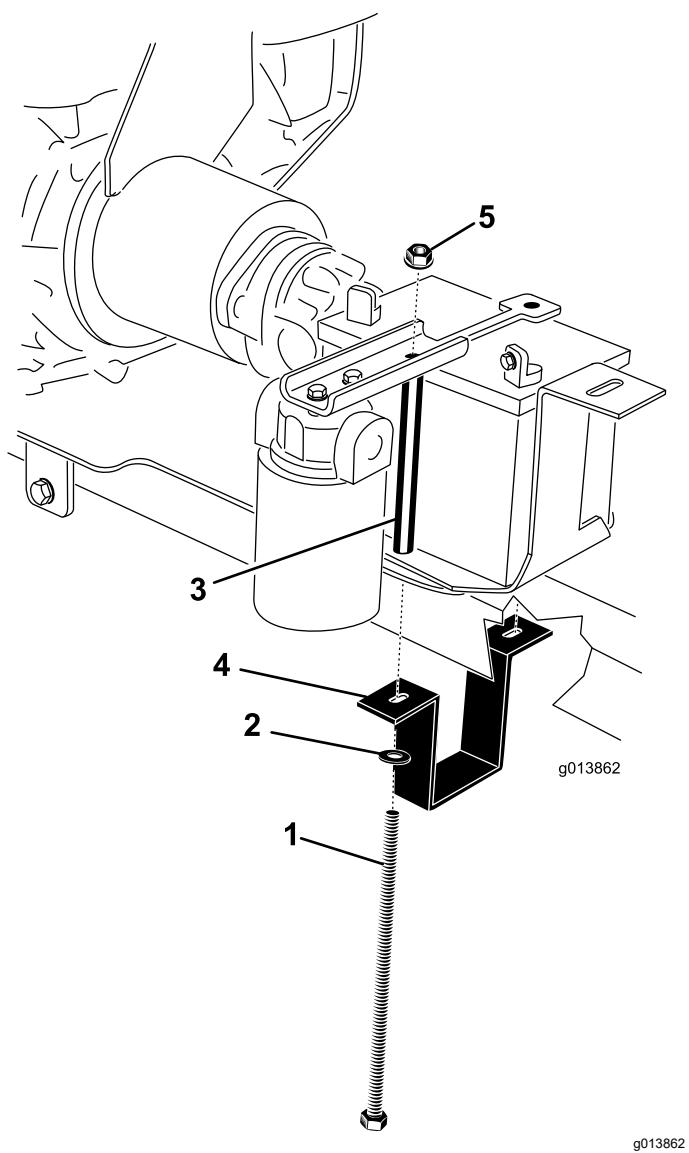

Figura 8
1. Tubo de engate 2. Parafuso de montagem (2)
11. Coloque a bateria no tabuleiro da bateria, posicionando os terminais como se indica na Figura 8.
12. Posicione o suporte da bateria na bateria (Figura 8).
13. Prenda a correia da bateria em redor do lado inferior do tubo de engate (Figura 8).
14. No lado direito, instale um parafuso da bateria através da anilha, fita de montagem da bateria, placa de montagem do motor, tabuleiro da bateria, espaçador do parafuso da bateria e suporte. Instale sem apertar uma porca flangeada (Figura 8).
15. No lado esquerdo, instale um parafuso da bateria através da anilha, fita de montagem da bateria, placa de montagem do motor, tabuleiro da bateria, espaçador do parafuso da bateria e suporte. Instale sem apertar uma porca flangeada (Figura 8).